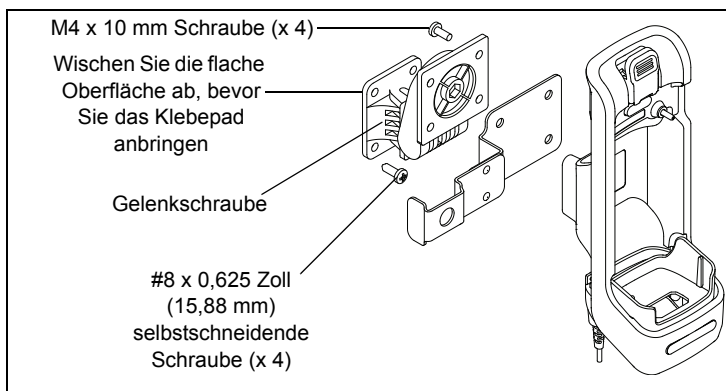

Abbildung 1: Kfz-Ladestation, RSM-Halterung und Montagehalterung
Gehen Sie bei der Installation der Kfz-Ladestation wie folgt vor, oder passen Sie die Schritte an das jeweilige Fahrzeug an. Siehe Abbildung 1 oben:
5. Befestigen Sie die Ladestation mit vier M4 x 10 mm-Schrauben an der anderen Hälfte der Halterung. Sie können die RSM-Halterung dazwischen anbringen oder, wie in Abbildung 1 dargestellt, separat installieren.